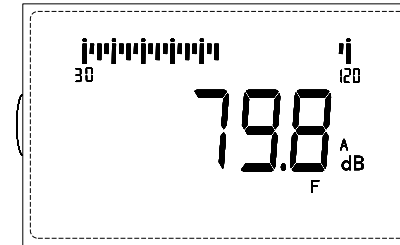

图5
1) 按计权按钮使显示器显示“C”, LCD上显示的就是“C”声级的测量值。按“计权”按钮使显示器显示“Lin”, LCD上显示的就是“线性声压级”的测量值。见图5。
3) 时间计权快 (F)、慢 (S)、脉冲 (I) 的选择一般采用快档“F”，如果读数变化较大，可采用慢档“S”时间计权。特殊要求时使用脉冲 (I) 测量，见图5。